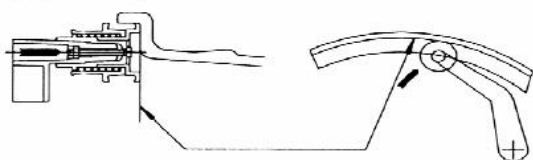

рис.4 Расстояние + диаметр
- Двигайте измерительный прибор для определения установки, как показано на рис.4. Во время движения дисплея не горят, что показывает, что измеритель не в стабильном состоянии.